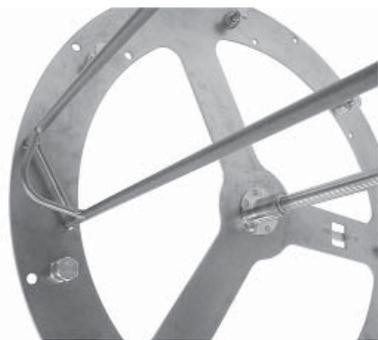

Figure 21
2. Fixez les extrémités entaillées de la broche fourchette dans les trous appropriés sur le côté d'entraînement du rotor (figure 21).